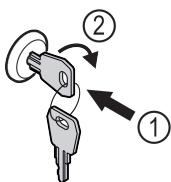

Fig. 91
- Vstavite ključ Fig. 91 (1).
- Ključ obrnite v smeri urnih kazalcev za 90° Fig. 91 (2).